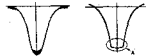

Fig. 6 Abb. 6 Fig. 7 Abb. 7.
1. Adjust black cores of T152 so that the waveform is as shown in Fig. 6. As T152 contains a 450 kHz ceramic filter, sometimes the 450 kHz point will not correspond to that of the waveform. In this case ignore the marker. After adjusting as above, increase the output level of the sweep generator and adjust T152 again so that the top of the waveform A (indicated in Fig. 7) will be flat and wide.
1. Die schwarzen Kerne von T152 so einstellen, daß die Kurvenform der in Abb. 6 dargestellten entspricht. Da T152 einen 450 kHz Keramikfilter enthält, entspricht manchmal der 450 kHz-Punkt nicht dem der Kurvenform; dabei einfach die Markierung ignorieren. Nach der zuvor beschriebenen Einstellung den Ausgangspegel des Oszillators erhöhen und T152 abermals einstellen, so daß die Spitze der Kurvenform A (s. Abb. 7) flach und breit wird.
1. Régler les âmes noires de T152 de façon à obtenir une forme d'onde comme indiquée sur la fig. 6. Comme T152 contient un filtre en céramique de 450 kHz, le point de 450 kHz ne correspondra parfois pas à celui la forme d'onde. Dans ce cas, ne pas s'occuper du marqueur. Après avoir réglé comme indiqué ci-dessus, augmenter le niveau d'entrée du générateur de balayage et régler T152 à nouveau de façon que le sommet de la forme d'onde A (voir Fig. 7) soit aplati et large.